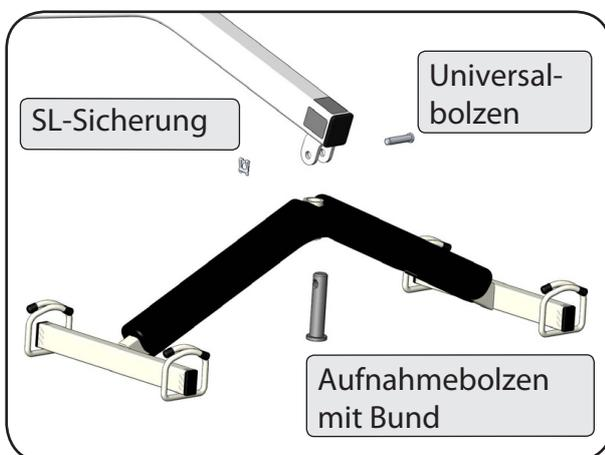

Abbildung 11
9. Stecken Sie den Aufnahmebolzen mit Bund von unten durch die Aufnahmehülse des Transportbügels. Befestigen Sie den Transportbügel mit dem eingesteckten Aufnahmebolzen, indem Sie ihn mit dem Universalbolzen am Hebearm verbinden und mit der SL-Sicherung gegen Lösen sichern (Abbildung 11 / 12).